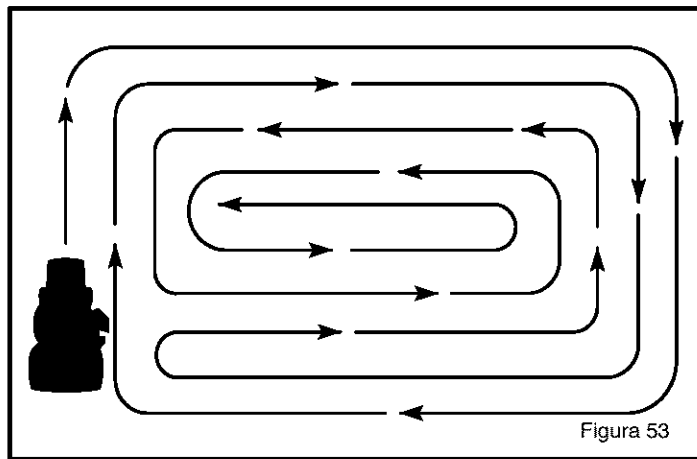

Figura 53
8. Cuando se cortan áreas grandes, empiece por doblar a la derecha para que los recortes de la hierba se descarguen en sentido opuesto de los arbustos, las cerca, las entradas de autos, etc. Después de una o dos vueltas, corte en la dirección opuesta dando vueltas hacia la izquierda hasta que termine (Figura 53).